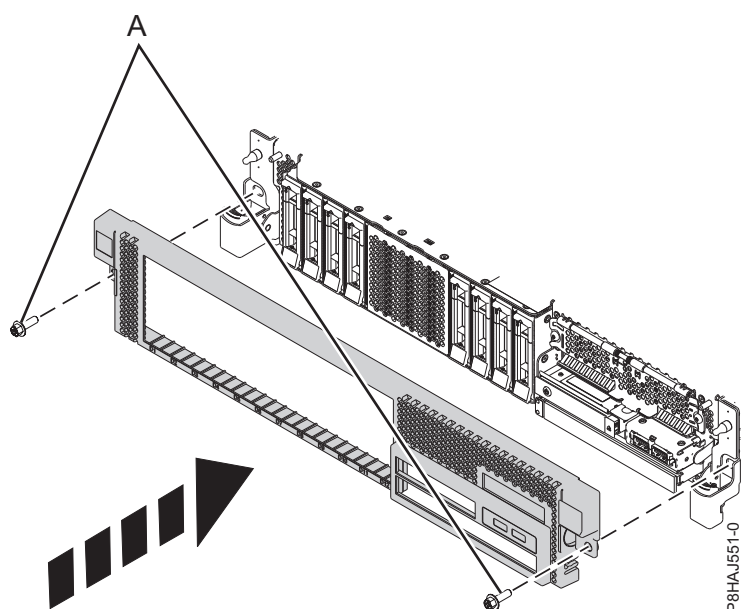

図 12. 前面カバーの取り付け
3. 36 ページの図 12 に示す方向にリリース・ラッチを押して、閉じます。 カチッという音がしてカバーが正しい位置に収まります。カバーにはより簡単につかむことができるくぼみがあります。
4. 配送用ねじ (A) を再取り付けします。